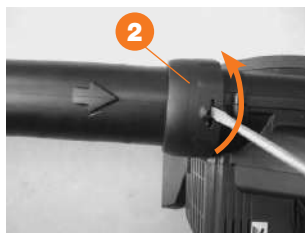

Рис. 11
- Вставьте подходящий инструмент (напр. шлицевая отвертка) через отверстие в прижимной гайке 2, чтобы нажать на фиксатор (рис. 11).
- Поверните прижимную гайку 2 в направлении стрелки до упора (рис. 11).